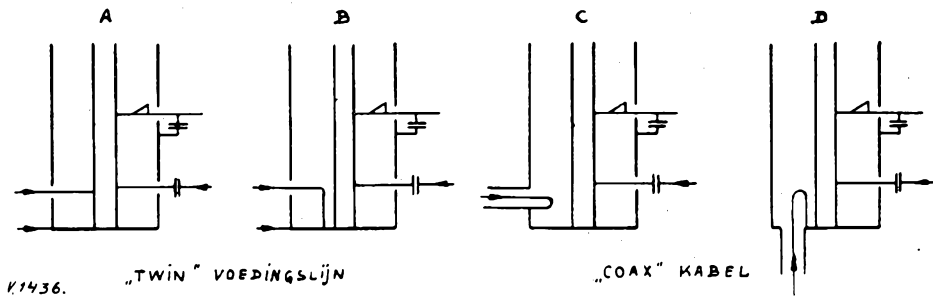

Fig. 5
f. Nu kan de voedingslijn van de antenne worden aangesloten, wat op verschillende manieren kan gebeuren (zie fig. 5). Door de feeder te „tappen” op de binnengeleider kan men de beste aanpassing vinden. Bij aansluiting van de antenne zal de diodestroom iets zakken. Er voor zorgen dat hij boven de 0,5 blijft.